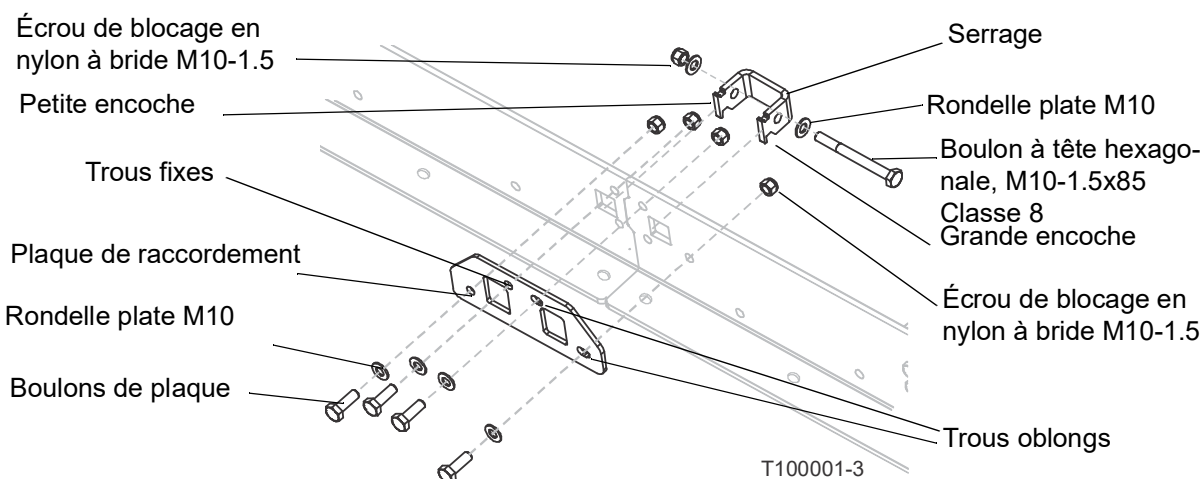

FIG. 3-3
- c. Installez le dispositif de serrage en insérant d'abord la grande encoche (en bas) puis en inclinant le dispositif de serrage vers l'intérieur et vers le haut pour venir enclencher la petite encoche (en haut). (Voir FIG. 3-3.)